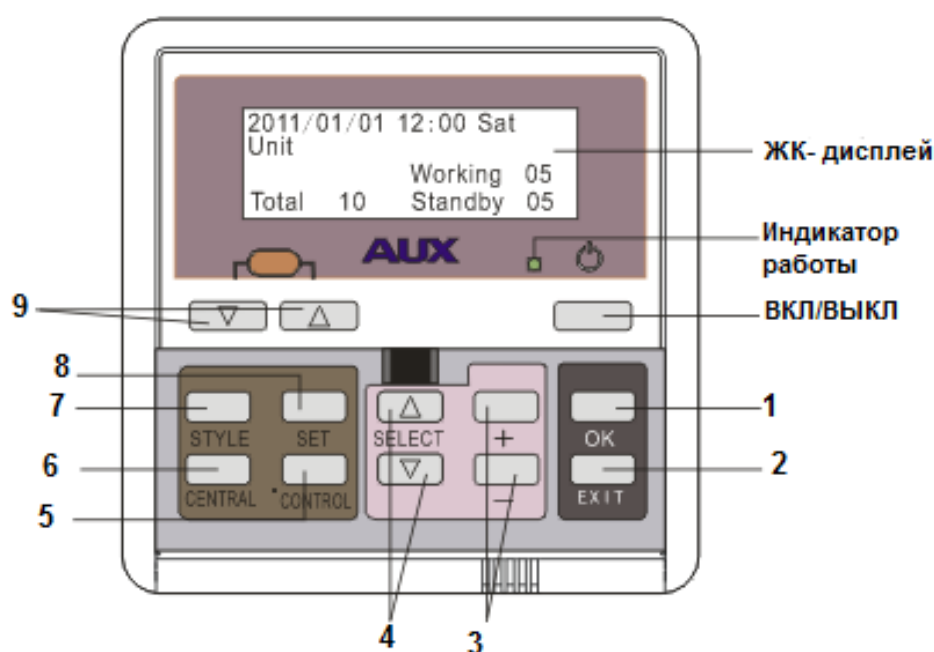

Рис.4.2
4.3.3 Описание пульта (рис.4.2)
- ◇ Для переключения основных экранов «А», «В» и «С» (рис.4.2, 4.3 и 4.4) используйте кнопку **STYLE**